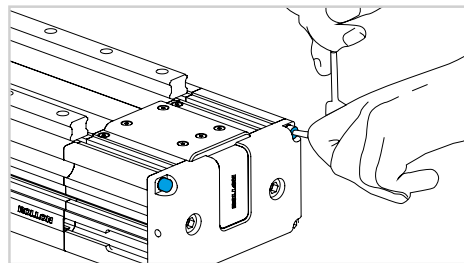

Fig. 11
- 12) Svitare le 4 viti sulla piastra di estremità della testata folle (Fig.11).